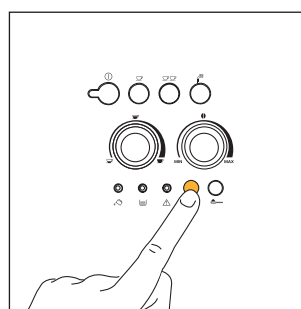

Fig. 14
1) Indien het apparaat net werd aangezet en men een espresso wilt zetten (minder dan 60 cc), wordt het warm water van de spoeling gebruikt om de kopjes voor te verwarmen (zie tip par. 4.3, punt 5.). Indien evenwel na de laatst gezette kop koffie meer dan 2/3 minuten zijn verlopen alvorens een nieuw kopje te zetten, moet de infusor worden voorverwarmd door te drukken op de knop  (fig. 14). Laat het water in het onderliggend druipbakje lopen of gebruik dit water om het kopje